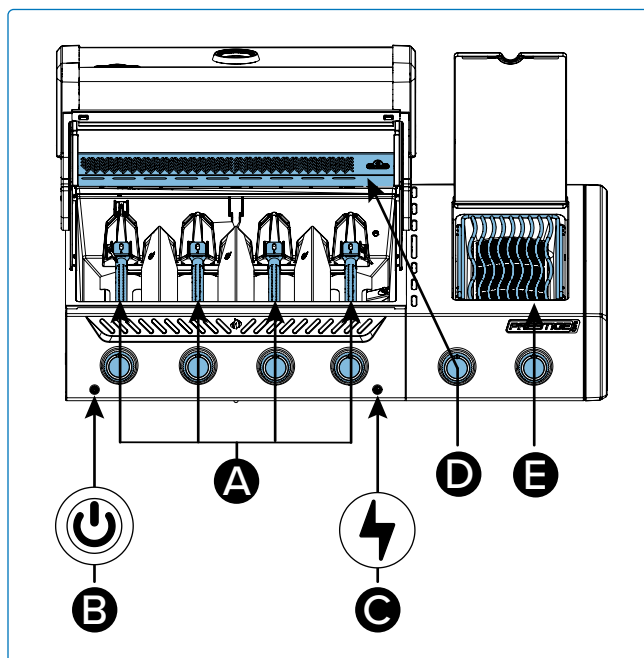

Fig. 6
5. Si el quemador no se enciende, gire la perilla de control del quemador en sentido horario hasta la posición OFF. Espere 5 minutos. Repita los pasos 3 y 4 (Fig. 6).